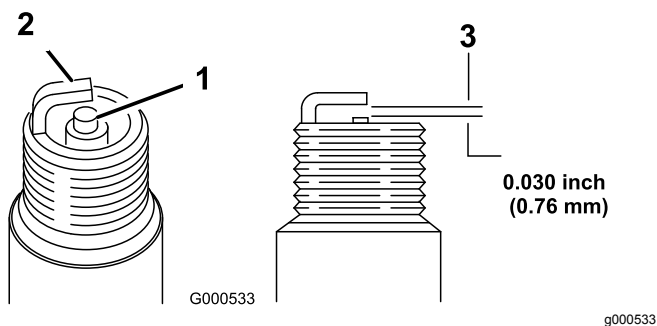

Рисунок 34
5. Установите в свече зазор, равный 0,76 мм; см. (Рисунок 34).